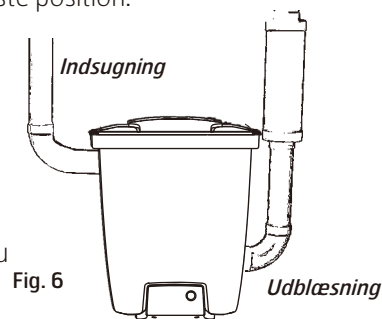

Fig. 6
5. Sæt udstansningsproppen på det udtag, som støvsugerrørets sokkel før sad i. Brug de fire skruer til at holde den på plads. Udblæsningsrøret skal sættes godt fast til væggen for at sikre, at den ikke løsrives sig fra soklen. Husk, at du skal kunne dreje det bøjede rør i forskellige retninger for at sikre en passende røranlægsplan. Forbind derefter udblæsningsrøret og lyddæmperen, Fig. 6. Monter centralstøvsugeren, så udblæsningsrøret bliver så kort som muligt, maks. 5 meter. Tag omgivelserne med i betragtning, når du placerer udblæsningen. Derfor bør der altid monteres en lyddæmper.